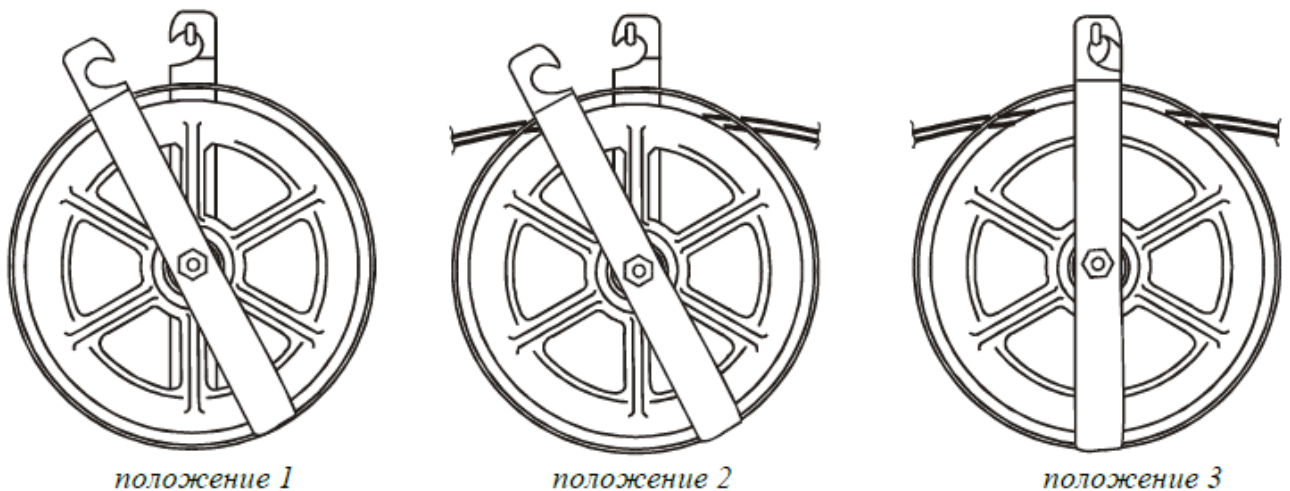

Рис.4.
5.3. Перед укладкой тягового каната на ролик отодвигается одна боковая щека с проушиной (пол.1) либо открывается откидная щека. Канат укладывается в ручей ролика (пол.2), боковая щека с проушиной (откидная щека) закрывается (пол.3) (рис.4).